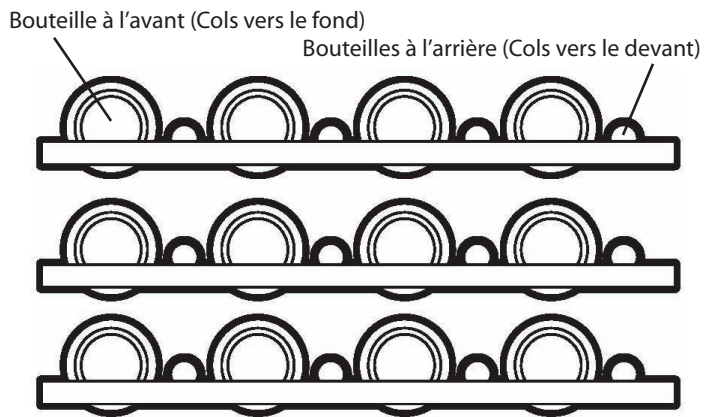

Figure 6
Les six (6) étagères coulissantes peuvent chacune porter huit (8) bouteilles. Voyez en Figure 6 une disposition type des bouteilles de vin. Les grosses bouteilles ne peuvent pas se ranger sur l'étagère du bas car elles pourraient empêcher la fermeture de la porte.